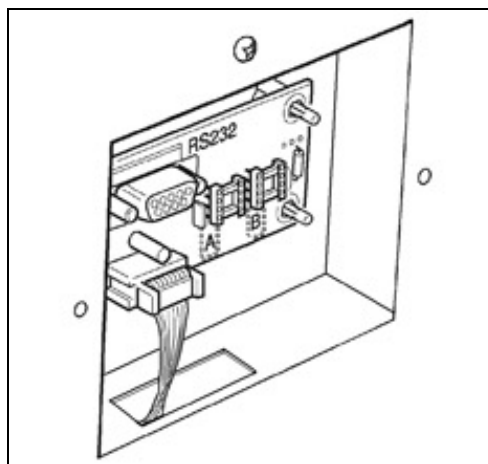

Fig. 3
2.4 CONNETTORE TIPO DB9 (RS 232) (Fig. 3)